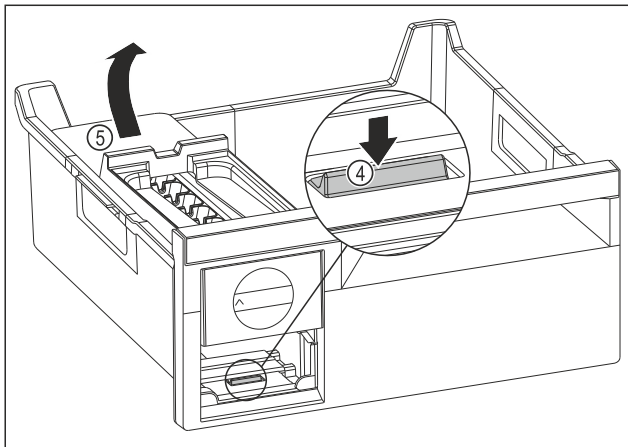

Fig. 106
- ▶ EasyTwist-Ice-corpus wegnemen: Strip Fig. 106 (4) met uw vinger omlaag drukken en gelijktijdig met de andere hand de EasyTwist-Ice-corpus Fig. 106 (5) van achteren optillen.